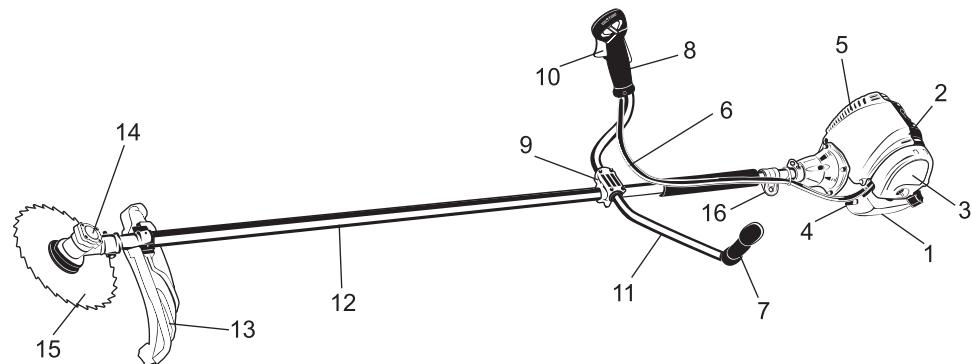

Рис.2. Расположение основных элементов бензотриммера:
Основные элементы и части бензотриммера представлены на рис. 2.
U-образная рукоятка (см. рис.2) состоит из двух частей: левой (7) и правой (8) ручек управления, которые прикреплены к штанге (12) с помощью соединительного кронштейна (9). Левая ручка служит для удержания бензотrimmera левой рукой, а правая ручка — для удержания правой рукой и управлением работой бензотrimmera.
Ремень крепится к штанге с помощью держателя (16) (рис.2). Согласно рис.5 наденьте ремень на штангу и пристегните карабин за одно из отверстий в держателе (16) (см. рис.2).